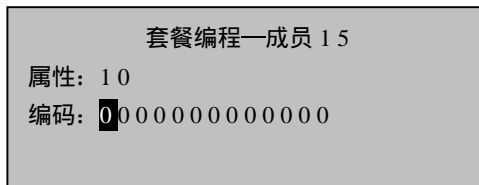

图 3-30
- 4) 运用数字输入操作，确认套餐属性为“10”，如图 3-30 所示；